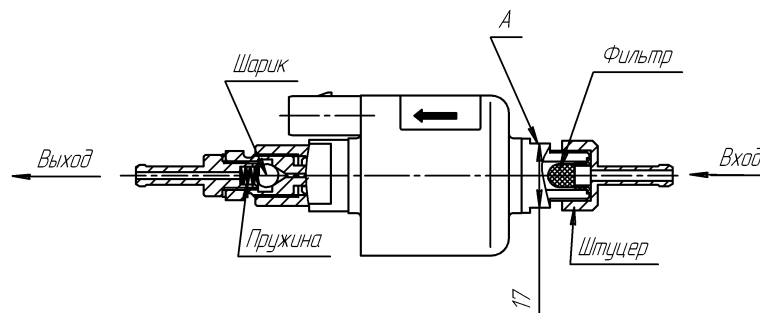

Рис. 9.1 – Топливный насос
- демонтировать топливный насос с автомобиля. Зафиксировав ключом (ключ на 17 мм) от поворота за поверхность А, отвернуть штуцер и снять фильтр (см. рис.9.1, запрещается фиксация топливного насоса за другие поверхности при отворачивании и наворачивании штуцера);